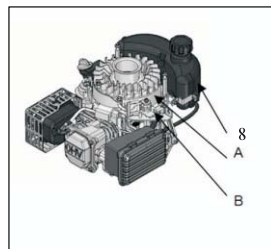

Fig. 12
4. Déplacez la poignée de commande du démarreur (située sur l'équipement) pour libérer le frein du volant et vérifiez s'il y a un jeu entre le bras du régulateur et la tige de retour d'étranglement quand la tige de retour d'étranglement est en position rapide (ou haute). Vérifiez également qu'il y a au moins 2 mm de distance entre le bouchon et le support du câble de frein. (Voir la figure 12)